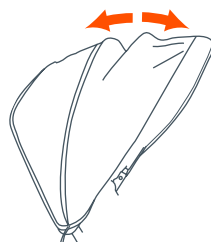

Fig. 8
- 8) • **Para abrir la cubierta:** empuje hacia delante el borde delantero de la cubierta mientras sostiene la parte trasera de la misma en su sitio (Fig. 8).
- **Para plegar la cubierta:** empuje hacia atrás el borde delantero (Fig. 8).